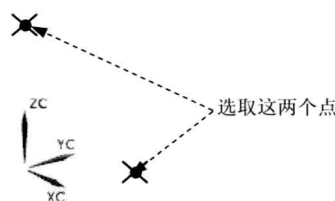

图 3.2.6 选取两个点作为对角点
Step 4 定义长方体的对角点。在图形区中单击图 3.2.6 所示的两个点作为长方体的对角点。